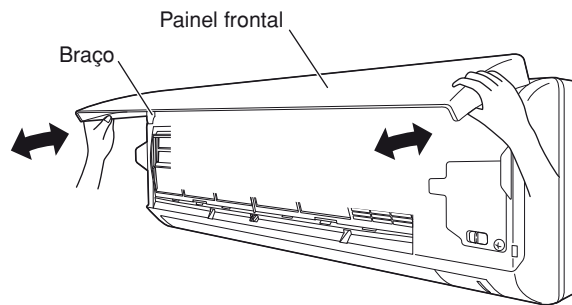

Fig. 16-2
- (1) Abra o painel frontal até que fique quase na horizontal, segure as seções perto dos braços do painel frontal em ambos lados e, em seguida, puxe para si para retirar o painel frontal. (Fig. 16-2)